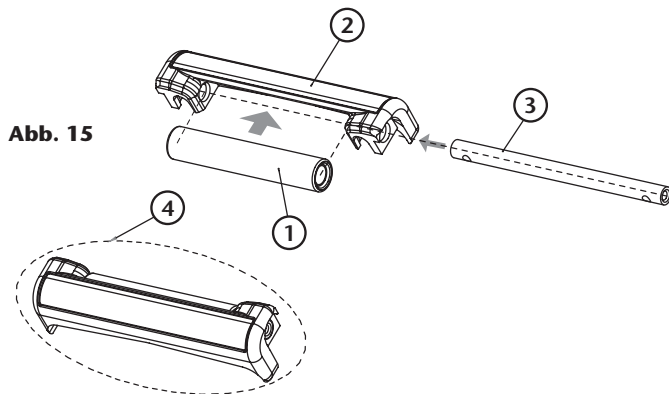
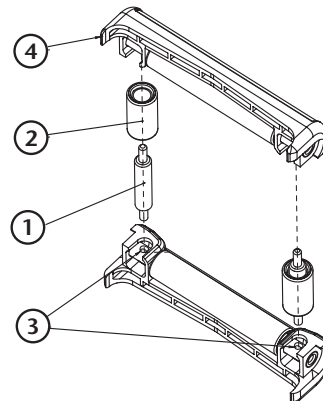

Abb. 15
Abb. 16
3. Montieren Sie die Schlauchauslassbaugruppe nach der Reinigung oder dem Austausch durch eine neue. Setzen Sie dazu zuerst die langen Rollen (1) (Abb. 15) in ihre Position auf die Rollenträger (2) (Abb. 15) und führen Sie diese Baugruppe mit der langen Achse (3) (Abb. 15) durch. Auf diese Weise erhalten Sie zwei identische vormontierte Komponenten (4) (Abb. 15).
3. Stecken Sie nun die kurzen Wellen (1) (Abb. 16) durch die kurzen Rollen (2) (Abb. 16) und verbinden Sie mit diesen vormontierten Bauteilen die im vorherigen Schritt (4) montierten Bauteile (Abb. 15). Stecken Sie dazu die Laschen der kurzen Wellen von Hand in die Löcher der langen Wellen (3) (Abb. 16).